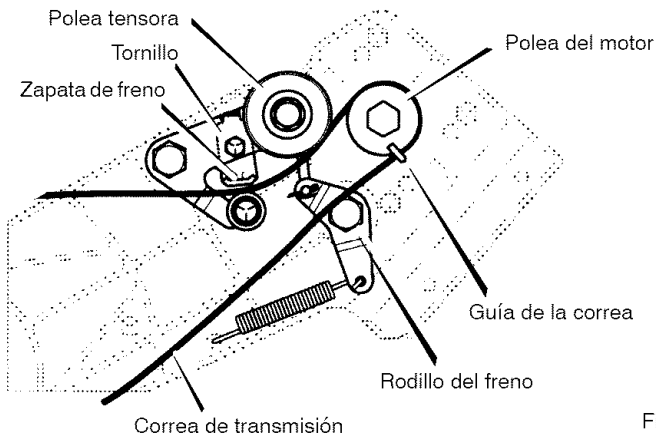

Figura 27
4. Afloje el **tornillo** y la tuerca en el **brazo de la zapata de freno** (Figura 27).